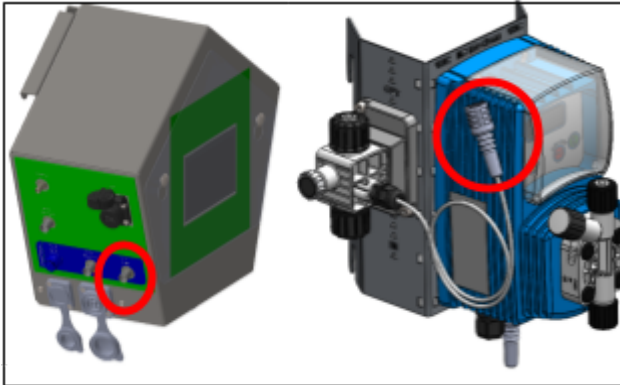

Figure 31.
17. Raccordez le câble du régulateur de débit à « Flow check » (voir la figure 31 pour le point de raccordement et le schéma du régulateur de débit).